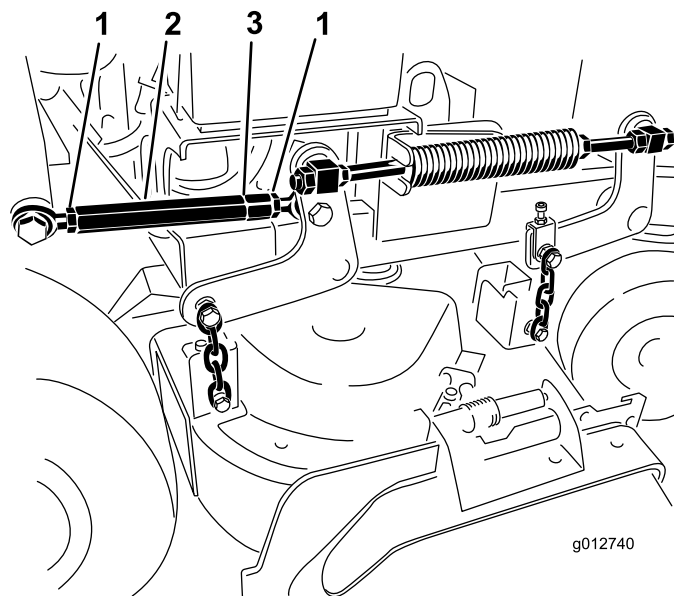

図 88
7. ターンバックルの両端にあるジャムナットをゆるめる (図 88)。
注 ターンバックルの端部に溝が切ってある側のネジは左ネジですから注意してください (図 88)。